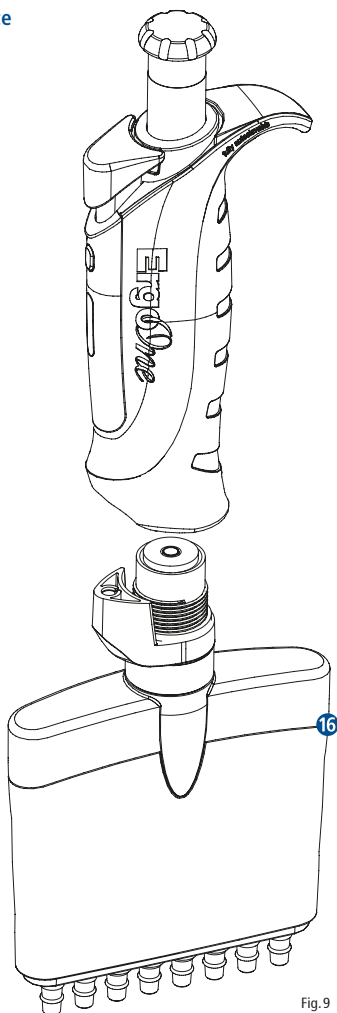

Fig. 9
- Dévissez toute la partie inférieure **16** la tournant dans le sens horaire des aiguilles d'une montre (Fig. 9).